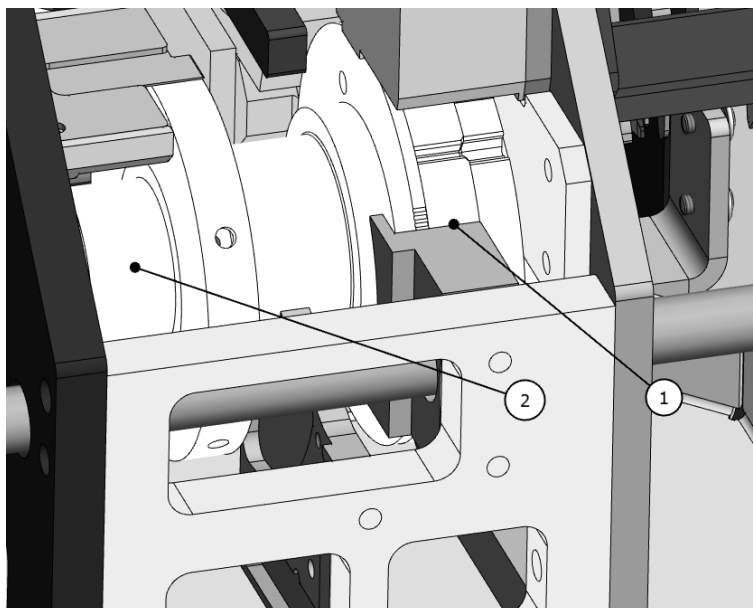

Fig. 15 : lubrification du tambour de dénudage et de sertissage
- Lubrifier le support (cf. fig. 15, pos. 1) et le palier (cf. fig. 15, pos. 2) du tambour de dénudage et de sertissage.